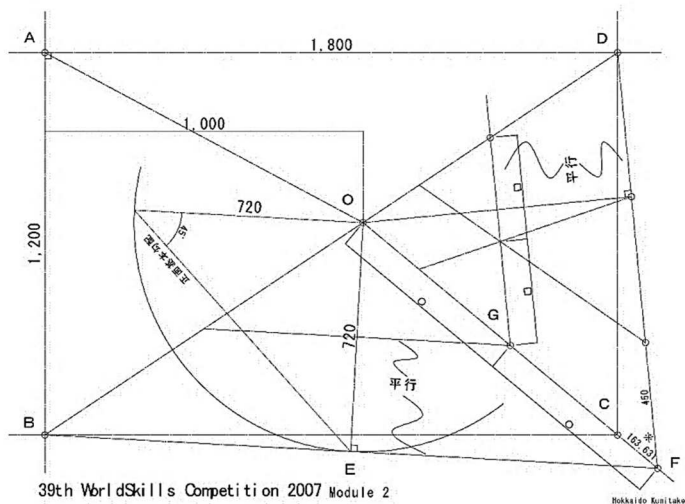

図 2-8-4 軒先線の作図
モジュール2は、軒先線が壁面に対して平行ではない点がこの課題を難解なものにしている。課題図①において隅木の出が 163.6 と与えられているがどうやって導き出した寸法なのかの、当初は全く分からなかった。条件を整理して考えてみる。課題図①より、正面の基本勾配は 45° であり、立ち上がり寸法は桁上端より 720 と設定されている。参考図を図 2-8-4 に示す。